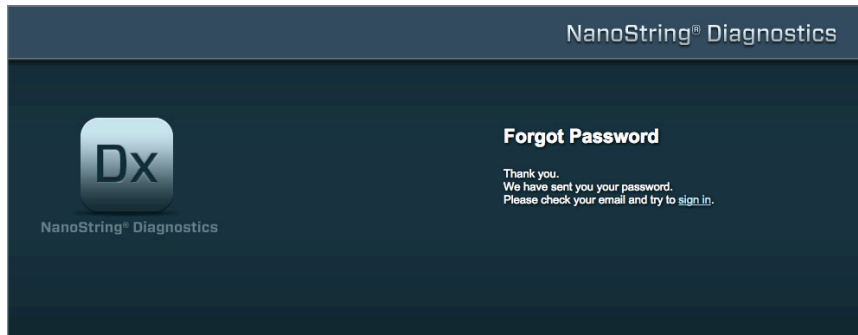

FIGURE 4.4 : Page de confirmation après une demande de mot de passe
- Si le système nCounter trouve un profil correspondant, le mot de passe est envoyé par courriel à l'adresse indiquée (FIGURE 4.4).